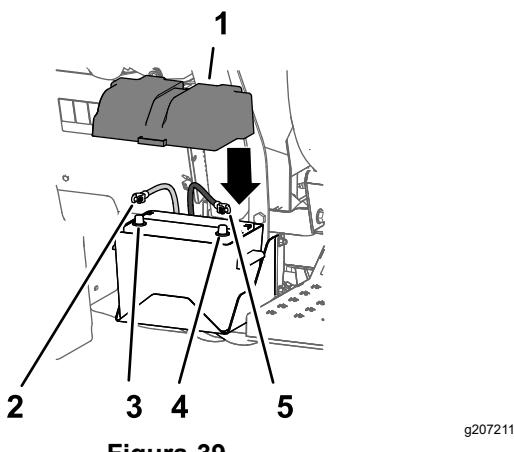

Figura 39
1. Conecte el cable positivo de la batería al borne positivo de la batería (Figura 39).
2. Conecte el cable negativo de la batería al borne negativo de la batería (Figura 39).
3. Alinee la tapa de la batería con la caja de la batería y sujetela con la correa (Figura 39).